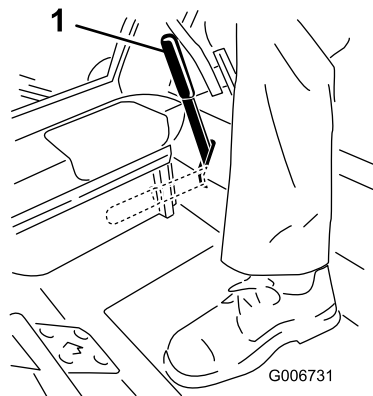

Figure 42
2. Tirez le frein de stationnement vers le haut et l'arrière pour le serrer (Figure 42). Une fois serré, le frein de stationnement ne doit plus bouger.
Poussez le levier du frein de stationnement vers l'avant et vers le bas (Figure 42) pour le desserrer.